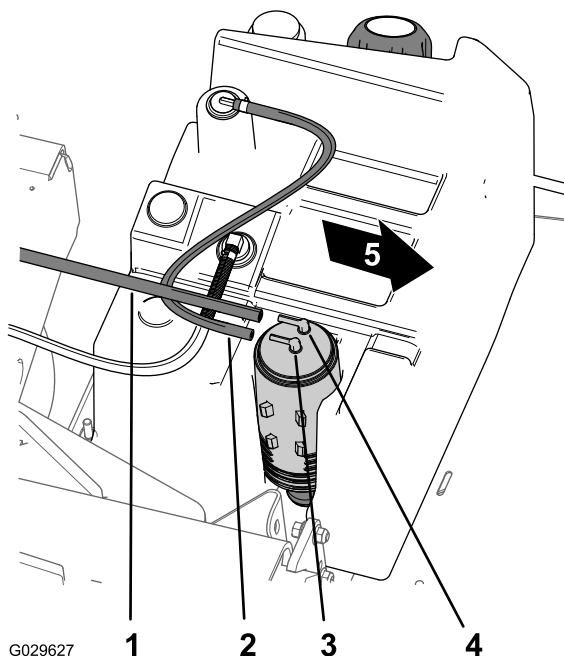

図 46
- カーボンキャニスタの Purge と書かれたフィッティングから、バキュームホースを外す 図 46。
- カーボンキャニスタの Fuel Tank 燃料タンクと書かれたフィッティングから、ホースを外す 図 46。
8. カーボンキャニスタのPurgeと書かれたフィッティングにバキュームホースを取り付ける 図 46。